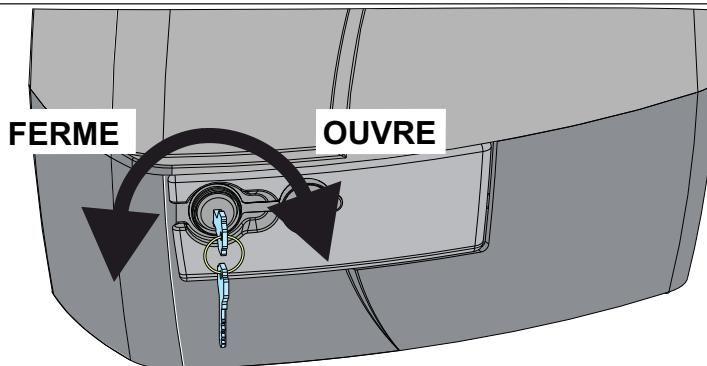

Fig. 24
- Ouvrir le couvre-serrure, insérer la clé et tourner-la 90° dans le sens des aiguilles d'une montre - Fig. 24